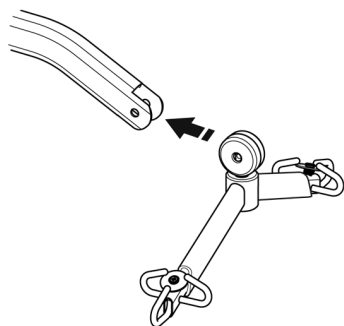
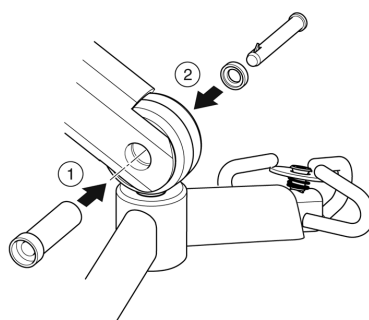

Fig. 5
Fig. 6
1. Per collegarlo, sollevare e inserire il bilanciante per il sollevamento nell'elemento di aggancio del braccio di sollevamento (Fig. 5). Inserire il manicotto del perno nel cappello di plastica finale per il sostegno del sistema di posizionamento (Fig. 6, n. 1).
2. Dopo averlo allineato all'elemento di aggancio del braccio di sollevamento, reinserire completamente il perno a sgancio rapido nel manicotto fino a quando si blocca in posizione (Fig. 6, n. 2).